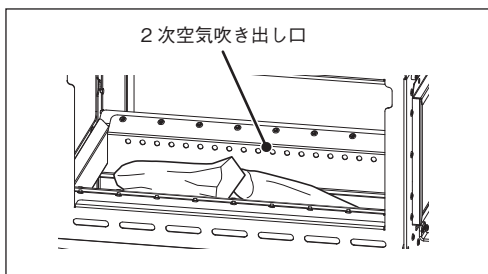

図 2
- ② 着火剤の火が届く位置に薪(針葉樹)数本(目安:4~5本)を設置してください(図2)。このときに、薪を入れすぎると空気がスムーズに入らず着火しないおそれがあります。また2次空気吹き出し口より高い位置まで薪は入れないでください。
- ③ 灰受けから空気をうまく取り入れるために図Aのように灰受けを一度外に引き出し、灰受け下部にある爪が本体に当たるまで閉めてください。※このとき灰受けを最後まで締め切ってしまうと空気を取り込むことができず、着火できない可能性があります。
- ④ 着火穴を開けマッチなどで着火してください。着火剤に火が付いたら着火穴は必ず閉めてください。
- ⑤ ストーブ内の全ての薪にしっかりと着火したら、灰受けを完全に締め切ってください。